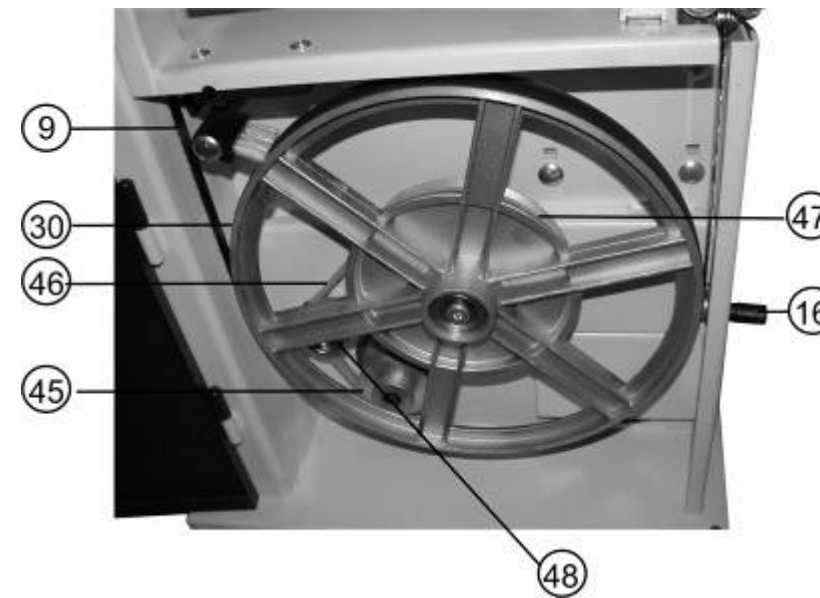

Рис. 14
11.7. Изменение скорости движения пильной ленты (Рис.14, 15)
11.8.4. Соблюдая меры предосторожности (наденьте перчатки), снимите пильную ленту (9), Рис.14.